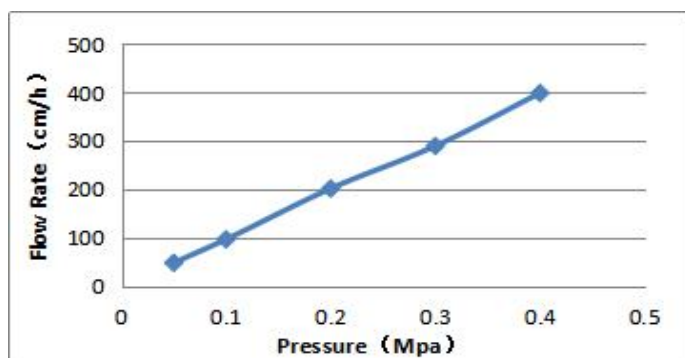

图 1. 介质压力流速曲线 (装柱直径 50mm, 柱高 150mm)
离子交换介质广泛用于生物制药和生物工程下游蛋白质、核酸及多肽的分离纯化。Smac Q 40 由表面接枝了葡聚糖的高刚性小粒径琼脂糖基质和强季铵 (Q) 阴离子组成，具有高速流、高分辨率优点，可以很好的提高工业下游工艺的生产效率。压力/流速曲线见图 1。